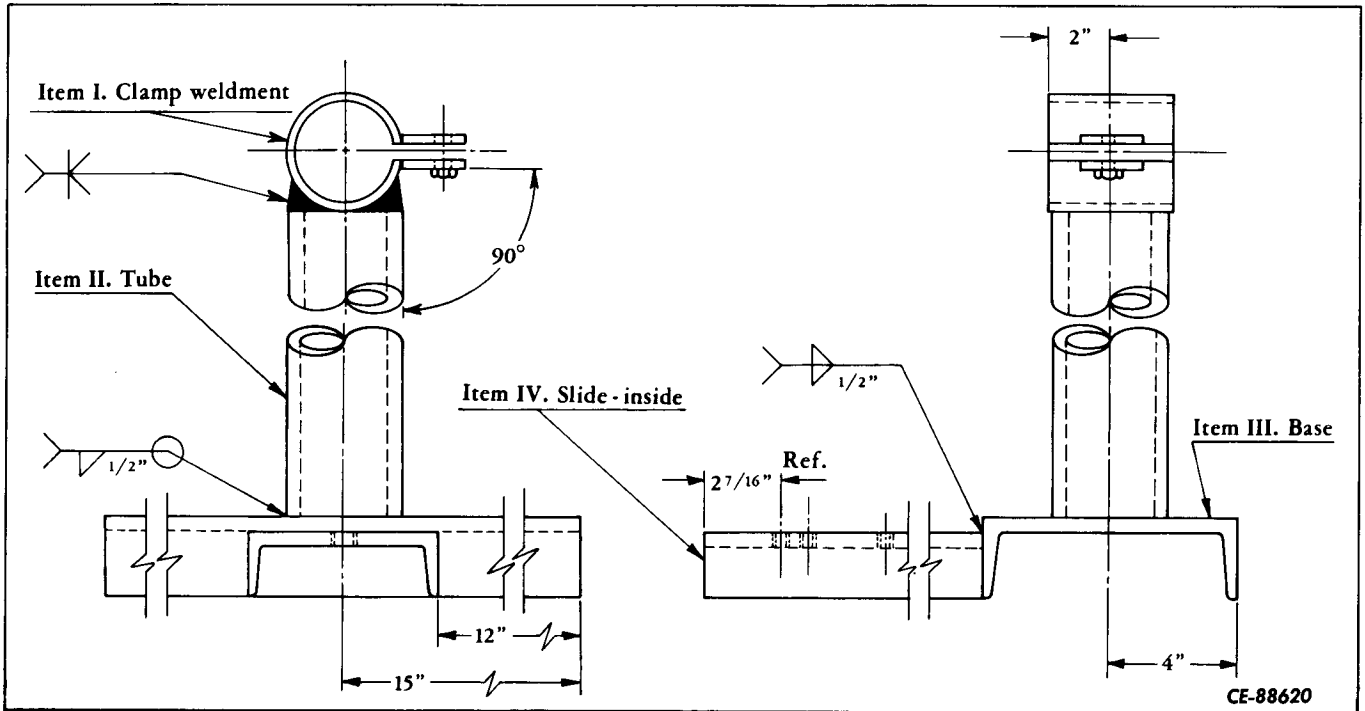

Figure 6-76
- B. Stand weldment - left hand (Fig. 6-76).